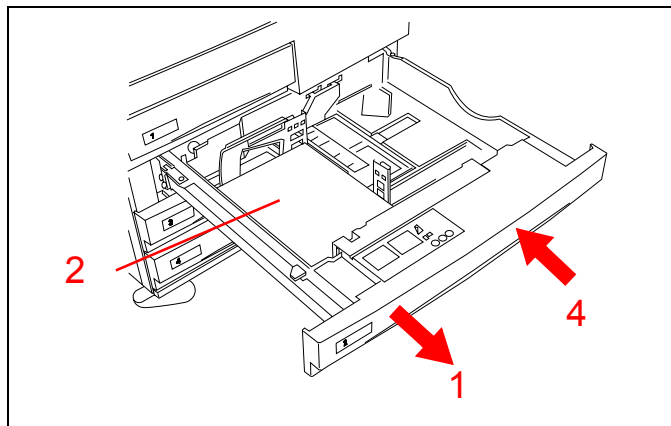

Abbildung 20
1. Öffnen Sie den Behälter langsam (siehe Abbildung 20). Wenn Sie Papier zerreißen oder knittern hören, öffnen Sie den Behälter nicht weiter. Versuchen Sie, das Papier zu entfernen, ohne den Behälter weiter zu öffnen.